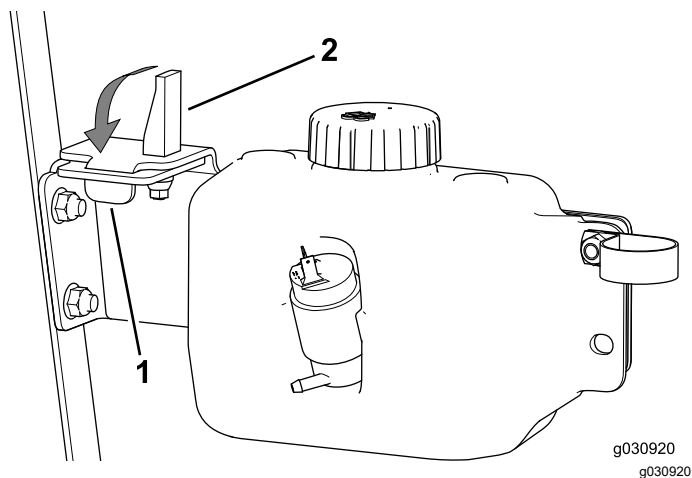

Рисунок 46
- Вставьте выступ в паз, а втулку эксцентриковой защелки – в отверстие в пластине бачка (Рисунок 46).
- Поверните вниз рычаг эксцентрика защелки (Рисунок 46).